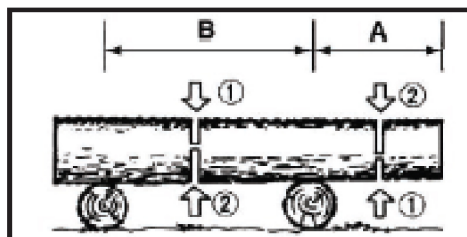

Рис. 9
6.5. Распиливание бревна на опорах выше уровня земли (рис.9).